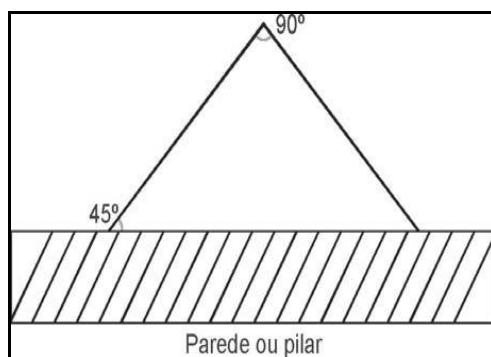

Figura 1 – Instalação de placa angular
6.5.4.2. As placas utilizadas na sinalização podem ser do tipo plana ou angular; quando angular, devem seguir as especificações conforme demonstrado na Figura 1, abaixo: